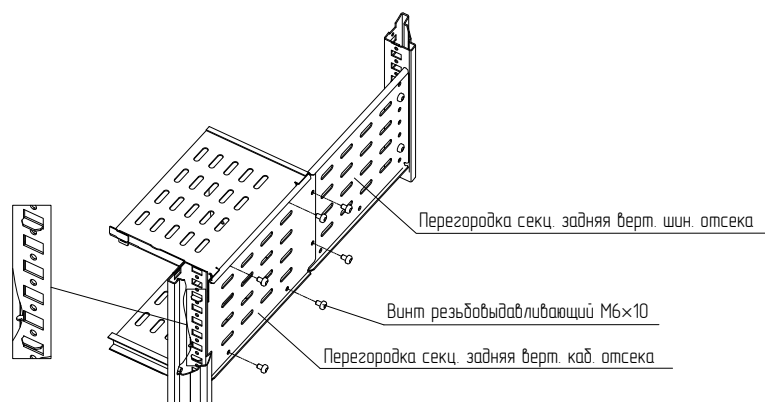

Рисунок 148
4.48.8 Установить перегородку секционирования заднюю для вертикального кабельного отсека между стойкой вертикальной и перегородкой секционирования задней вертикальной для вертикального шинного отсека. Закрепить перегородку секционирования заднюю для вертикального кабельного отсека на перегородке секционирования задней вертикальной для вертикального шинного отсека винтами М6×10 (Рисунок 148). Момент затяжки – 7 Н·м.